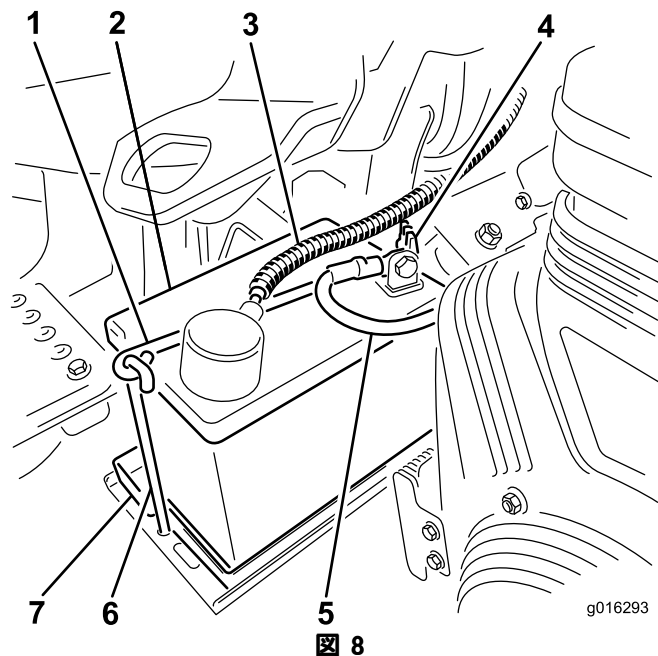

図 8
7. バッテリートレイの上にバッテリーを置き、先ほど取り外したクランプと固定具で固定する(図 8)。
8. 赤いプラス (+) ケーブルをバッテリーのプラス (+) 端子に、黒いマイナス (-) ケーブルはバッテリーのマイナス (-) 端子にはめ、ボルトとナットで固定する(図 8)。ショート防止のために (+) 端子にゴムキャップをかぶせる。